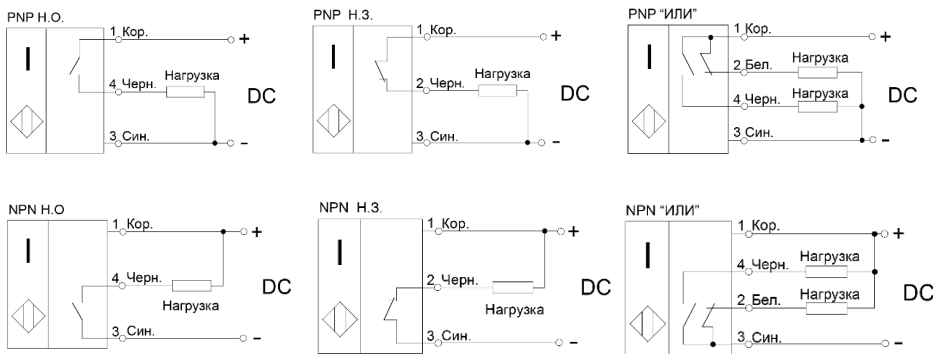

Рисунок 3 – Варианты схем подключения выключателей
3.3 Выключатели включаются в электрическую цепь по 3-х или 4-х проводной схеме (см. Рисунок 3). Соответствие выводов и схема подключения указаны в маркировке выключателя.